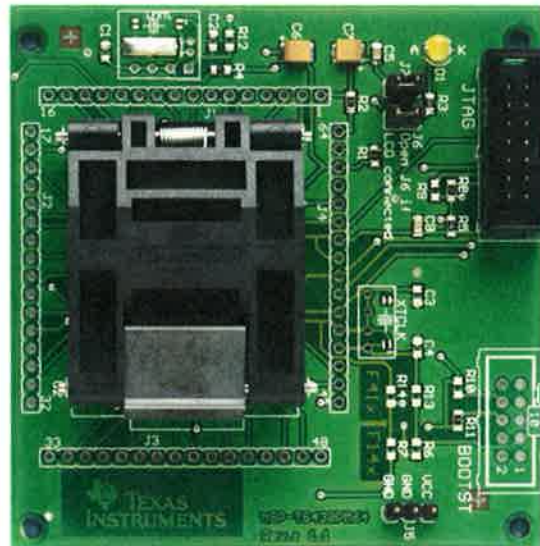

Figura 4.7 MSP430 soldado
**E) Limpieza de la tarjeta:** Una vez terminado de aplicar aire caliente al dispositivo, se le aplica nuevamente alcohol isopropílico en la tarjeta y se limpia cuidadosamente con un poco de papel para quitar los residuos de pasta, el microcontrolador debe quedar como se muestra en la figura 4.7.